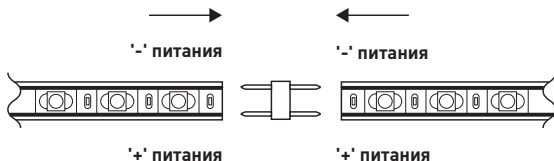

Рис.9. Подключение участков светодиодной ленты 3528-220.
- 2) Подключите участки светодиодной ленты в соответствии с полярностью, см. рис. 9. Контакты коннектора LS- connector-3528-220 должны войти по центру соответствующих проводов (жил), идущих по всей длине ленты.